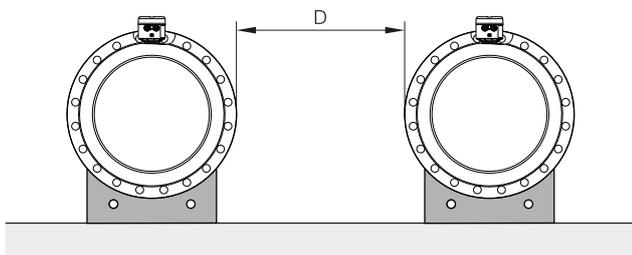

Figura 20 Distanza minima
- Per evitare che i dispositivi interferiscano tra loro, è necessario mantenere una distanza minima, come illustrato nella Figura 20.